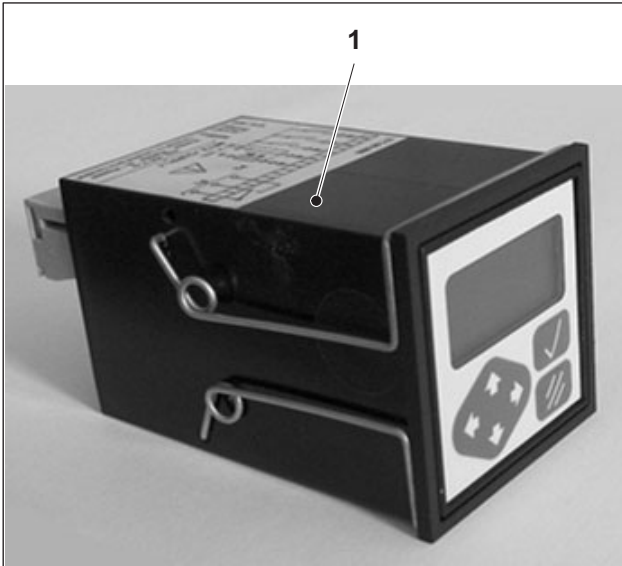
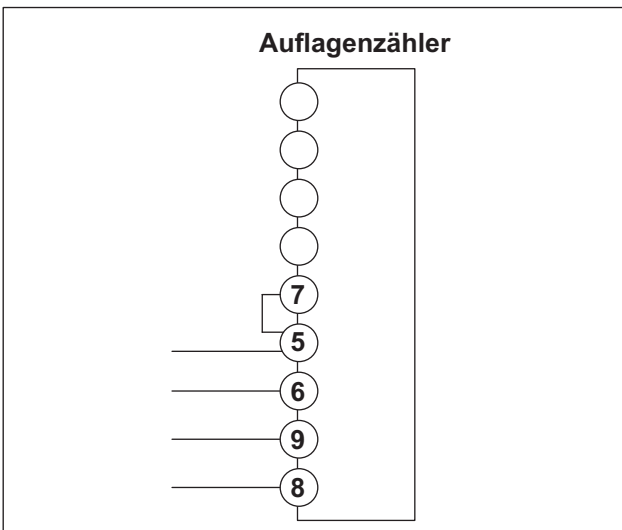

Abb. 42 Neuer Auflagenzähler
Abb. 43 Neuer Zustand des Auflagenzählers
22. Nehmen Sie zur Überprüfung der vorgenommenen Verdrahtung die Klemmleiste (Abb. 42/1) vom neuen Auflagenzähler (Abb. 42) ab.
24. Messen Sie am neuen Auflagenzähler (Abb. 42) zwischen der Klemmleiste Pin 5 (+) (Abb. 43/5) und der Klemmleiste Pin 6 (-) (Abb. 43/6) die vorhandene Spannung und die Polarität. Die Spannung muss 24 V (Pin 5: +24 V, Pin 6: GND) betragen.
26. Stecken Sie die Klemmleiste (Abb. 42/1) auf den neuen Auflagenzähler (Abb. 42) auf.
29. Montieren Sie das Auslegerbedienpult, in dem der neue Auflagenzähler (Abb. 42) eingebaut ist.